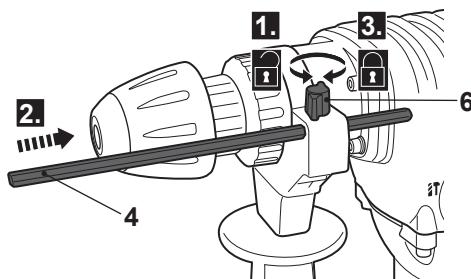

Fig. 2
- > Gire la tuerca de mariposa (6) en sentido antihorario hasta que pueda insertar el tope de profundidad.
- > Inserte el tope de profundidad a través del orificio tal y como se muestra (Fig. 2).
- > Alinee la punta del tope de profundidad (4) con la punta de la broca. A continuación, tire el tope de profundidad hasta atrás hasta la profundidad de perforación deseada.
- > Gire la tuerca de mariposa (6) en sentido horario para fijar el tope de profundidad en la posición.